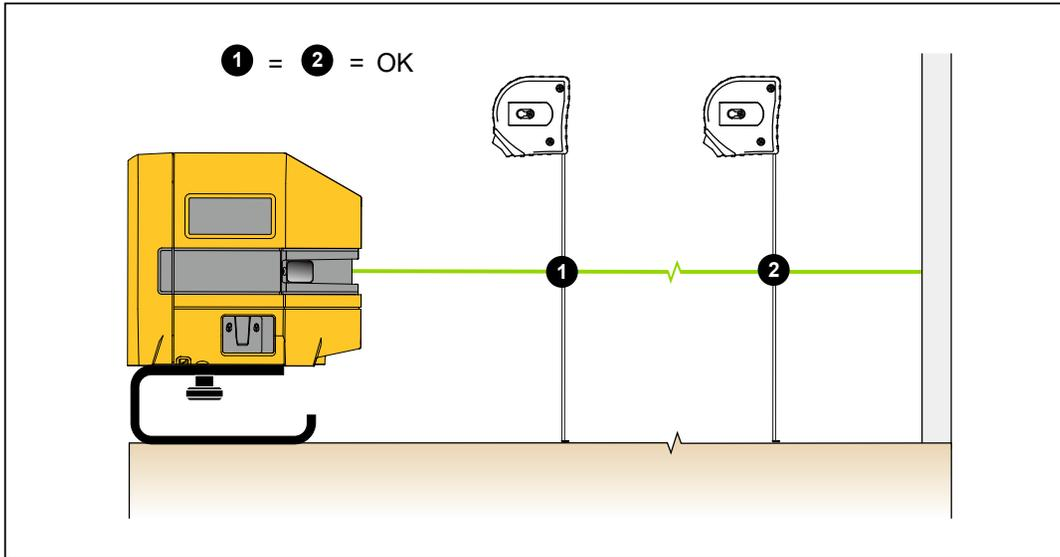

Figure 3. Alignement de l'élément existant
3. Mesurez la distance entre l'élément et le laser à diverses distances du Produit. Voir la Figure 3.